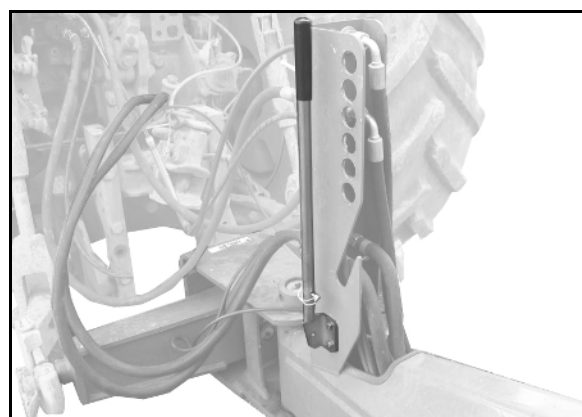

Fig. 47
1. Ta håndspaken ut av parkeringsposisjon (Fig. 47).